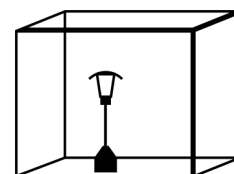

Fig. 2
- 2) Une zone largement ventilés doit avoir un minimum de 25% de la surface ouverte. (Fig. 2)